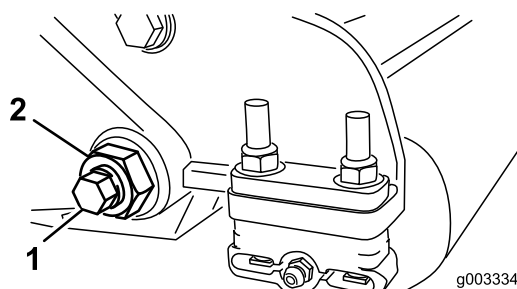

Figure 28
3. De chaque côté de la machine, desserrez le contre-écrou de fixation du boulon de la barre d'appui (Figure 28).
4. Retirez les boulons de la barre d'appui de façon à pouvoir abaisser la barre et la déposer de la machine (Figure 28).